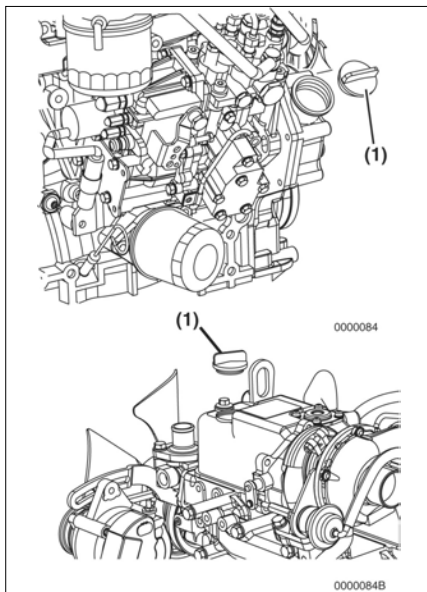

Рис. 5-1.
4. Снимите одну из крышек маслосливной горловины (рис. 5-1, (1)) для выпуска воздуха из картера коленвала двигателя и облегчить слив моторного масла.